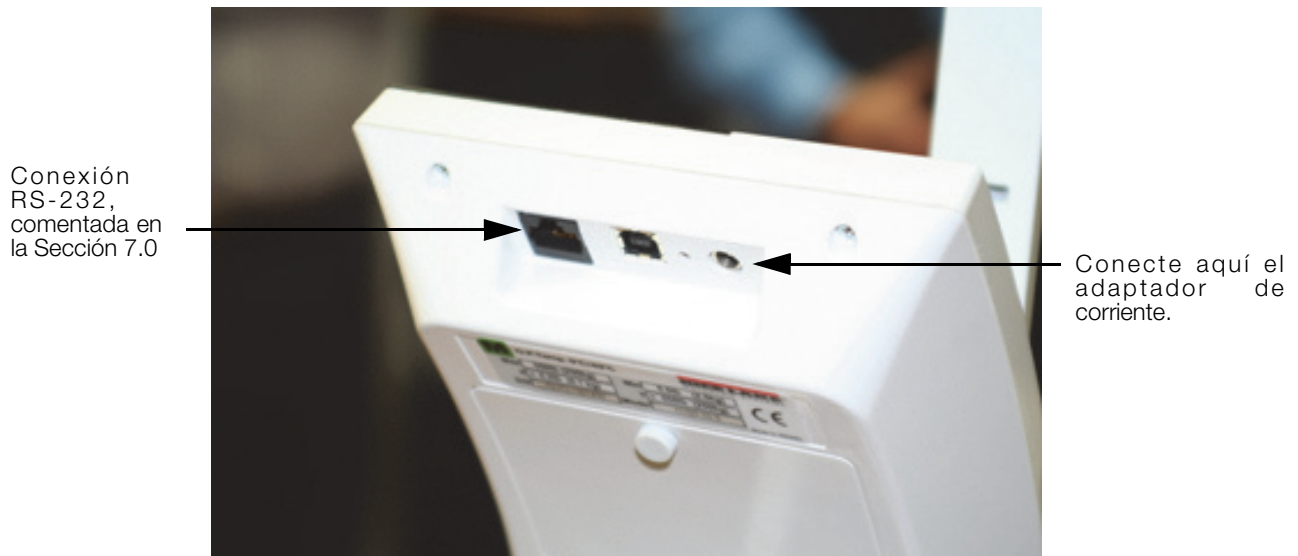

*Figura 3-8. Las Baterías en el Compartimento*
2. Coloque las baterías como se muestra en la Figura 3-8.